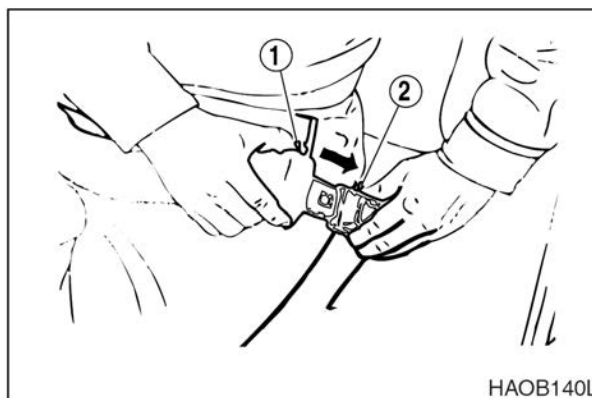

Рис. 103
Вставить конец ремня (1, рис. 103) в пряжку (2). Потянуть ремень, чтобы проверить фиксацию конца ремня в пряжке.